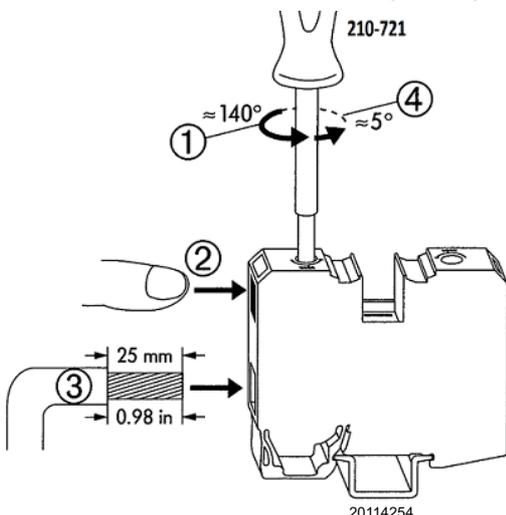

Abb. 31
Öffnen Klemmentyp "A" (Abb. 31)
- Führen Sie das vorher von der Isolierung befreite Kabel ein, drehen Sie den Schraubenzieher leicht und ziehen Sie ihn heraus. Vergewissern Sie sich, dass das Kabel richtig befestigt ist Abb. 31.